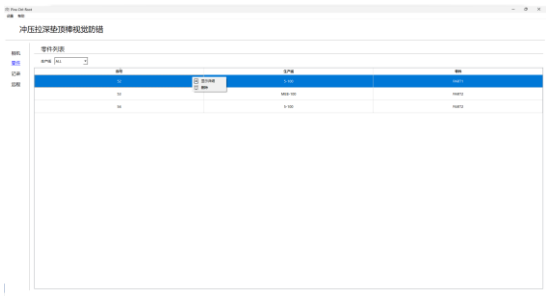

图 2.3.2 显示或删除零件信息菜单栏
- b) 选中并右击表格中行，弹出菜单栏，用于显示或删除零件信息，如图 2.3.2 所示。